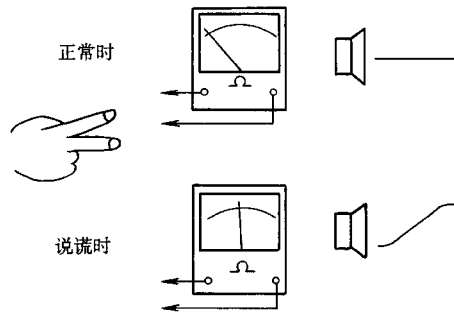

图 3-4
(4) 当人说谎时，由于其心理压力的存在，会使汗腺分泌增加，导致两手指之间的人体电阻降低(见图 3-4)，其结果是使扬声器发出的声音音调变高。